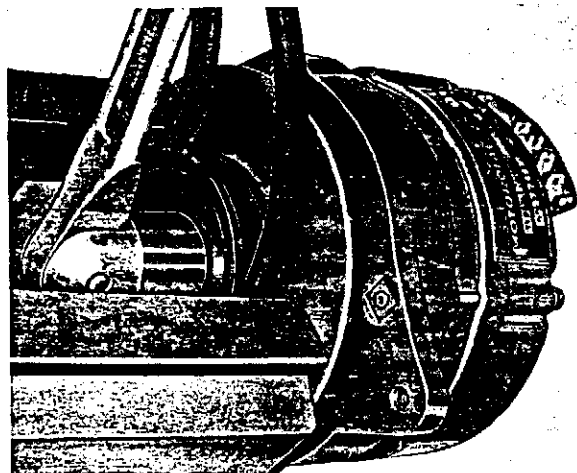

Abb. 25 Ausbau der Mutter für die Riemenscheibe
2. Riemenscheibe mit Riemen in einem Schraubstock mit weichen Backen befestigen, siehe Abb. 25.